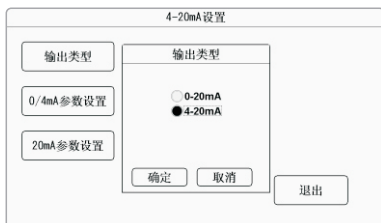

图2-66
- ◆ 温度校准：点击“温度校准”进入图2-66所示界面，按【确定】键。